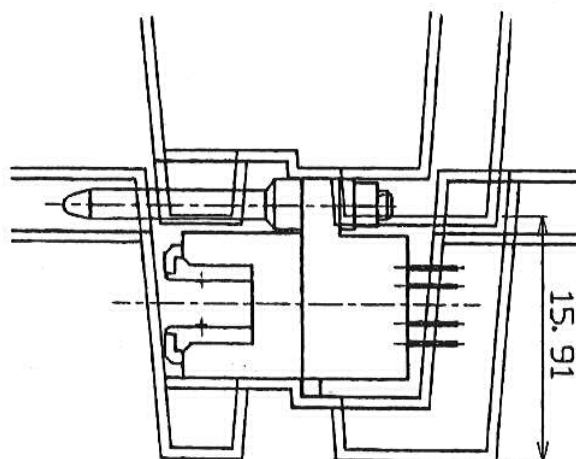

図1(Fig.1)
- (1) 2で指定されたトレイを用意する。
- (2) 図1に示す様に、「トレイに入れる製品の向き」でトレイに製品を入れる。
- (3) 各1溝に1ヶずつ梱包する。
- (1) Preparing the TRAY designed in 2.
- (2) Pitting Products in TRAY." Direction of Products Putting in TRAY".As shown Fig.1
- (3) Packing Products one by one in each ditch.